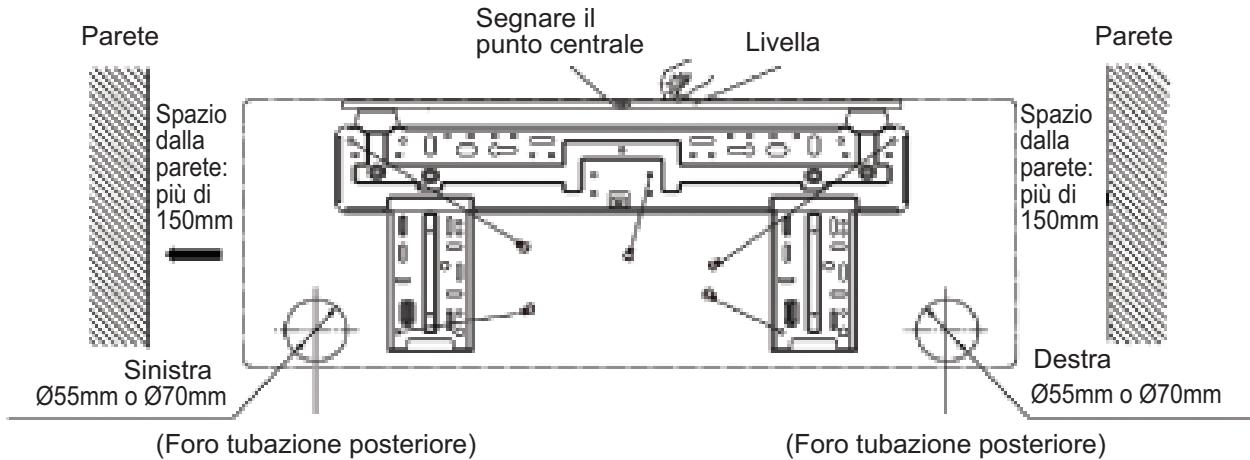

Fig. 4.2
- ① Installare l'Unità in posizione perfettamente orizzontale; poiché il tubo di scarico della condensa è sul lato sinistro, è necessario regolare il pannello posteriore in modo che il suo lato sinistro risulti un po' più in basso.
- ② Fissare il pannello posteriore al muro con i tasselli.
- ③ Dopo aver installato il pannello posteriore, tirarlo con le mani per verificare che sia stato correttamente fissato. Il pannello appeso deve essere in grado di sostenere il peso di una persona adulta (60 kg), ed il peso sostenuto da ogni tassello deve essere distribuito in modo bilanciato.
- ④ Il diametro mostrato in Fig. 4.2 è 65 mm.
- (1) Effettuare il foro tubazioni (\varnothing 65mm) nella parete, con una leggera pendenza verso il basso sul lato esterno. Il centro del foro deve essere determinato facendo riferimento alla Fig. 4.2.
- (2) Inserire il manicotto del foro tubazioni nel foro stesso, per evitare che le tubazioni ed i cablaggi vengano danneggiati nel passaggio attraverso il foro.